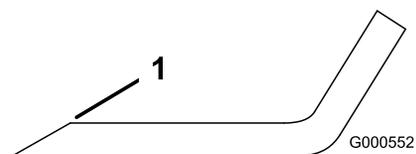

Figura 107
1. Utilice una lima para afilar el filo de corte en ambos extremos de la cuchilla (Figura 107).
Nota: Si la cuchilla no está equilibrada, rebaje algo el metal en la parte de la vela solamente con una lima (Figura 107).